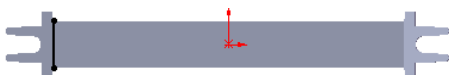
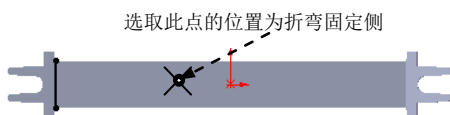

图 15.2.18 绘制的折弯线
图 15.2.19 折弯固定侧的位置
② 定义折弯线草图。在草图环境中绘制图 15.2.18 所示的折弯线。
③ 选择下拉菜单 **插入(I)** → **退出草图** 命令，退出草图环境，此时系统弹出“绘制的折弯”对话框。
(3) 定义折弯固定侧。在图 15.2.19 所示的位置处单击，确定折弯固定侧。
(4) 定义钣金参数属性。在 **折弯参数(P)** 区域的 **折弯角度** 文本框中输入折弯角度值 20.0，在 **折弯位置:** 区域中单击“折弯中心线”按钮 。
(5) 单击  按钮，完成折弯 2 的创作。